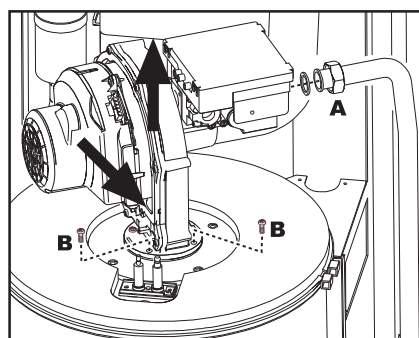
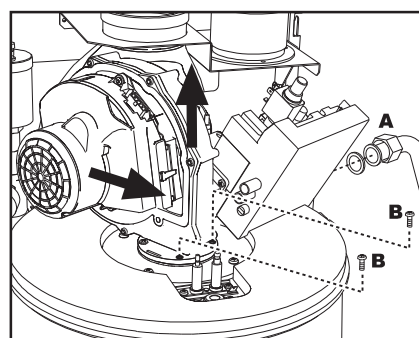

рис. 54 - Модель ENERGY TOP B 80 - 160
рис. 55 - Модель ENERGY TOP B 125 - 250
4. Развинтите хомут "А" крепления газового вентиля (рис. 54 и рис. 55).
5. Открутите два винта "В" и демонтируйте блок вентилятора, как указано на рис. 54 для модели **ENERGY TOP B 80 - 160** и на рис. 55 для модели **ENERGY TOP B 125 - 250**.